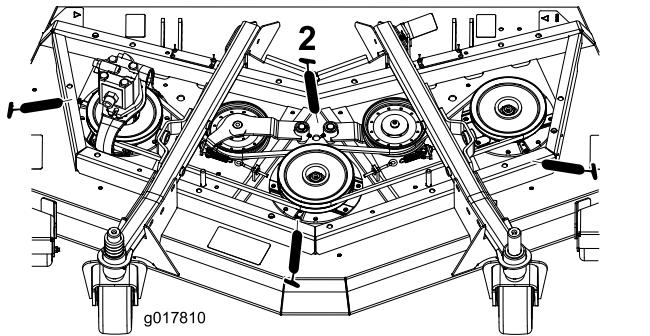

Figura 63
- Cuscinetti (3) dell'asse del perno (situati sotto la puleggia) (Figura 63)
- Boccole del perno del braccio di rinvio (Figura 63)